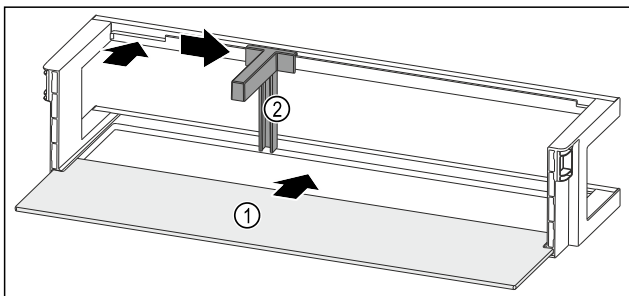

Fig. 95 Balconnet de contre-porte avec tablette de rangement
- ▶ Insérer la tablette de rangement Fig. 95 (1) dans les évidements latéraux.
- ▶ Insérer le porte-bouteilles Fig. 95 (2) dans l'évidement.
- ▶ Pousser le porte-bouteilles Fig. 95 (2) sur le côté en position souhaitée.